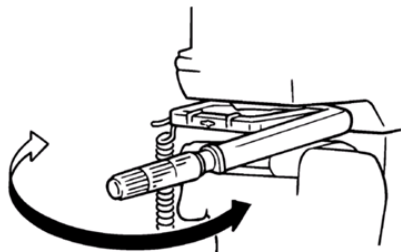

Рис. 19 Изменения направления движения.
1. Для изменения направления движения лодки, поворачивайте румпель вправо или влево (Рис. 19).